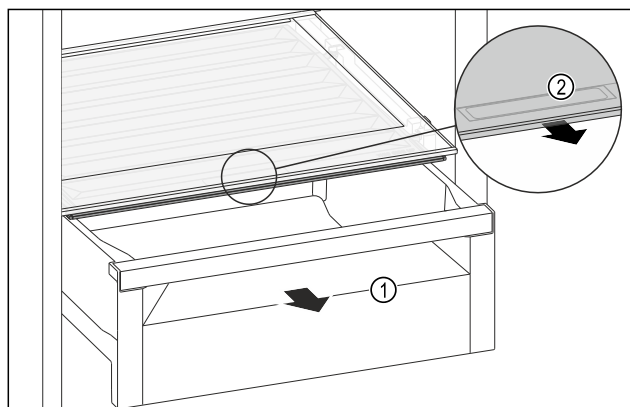

Fig. 123
- ▶ Изтеглете чекмеджето Fig. 123 (1).
- ▶ Хванете вдлъбнатия захват Fig. 123 (2) на капака на отделението и едновременно с това издърпайте напред капака на отделението.